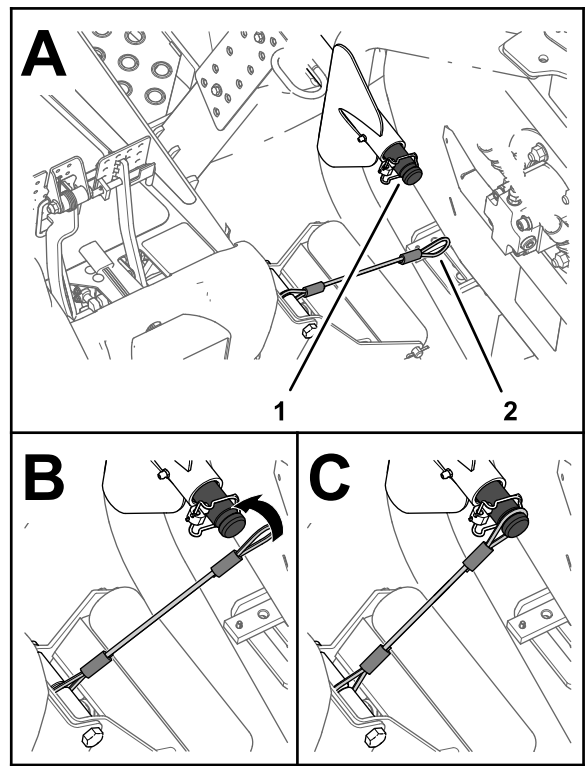

Bild 65
5. Fluchten Sie die Verbindungsleine zur Trägerwelle des Hubarms für das äußere Frontmähwerk aus (Bild 65).
6. Schieben Sie die Schleife der Verbindungsleine über die Trägerwelle, bis die Verbindungsleine fest in der Rinne der Welle sitzt (Bild 65).